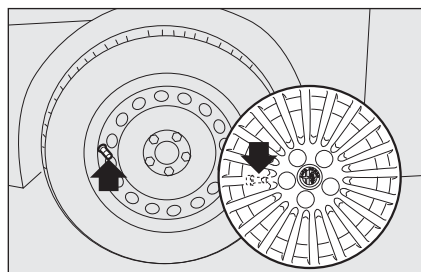

fig. 12
- ☐ posizionare la coppa ruota sul cerchio della ruota facendo coincidere il simbolo , stampigliato all'interno della coppa, con la valvola di gonfiaggio **fig. 12**;